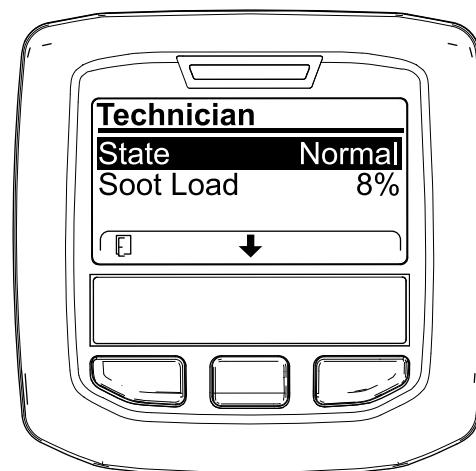

図 35
- DPF 稼働記録表で、現在の DPF の状態を確認する図 35。